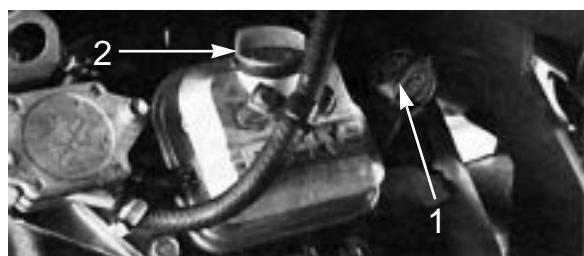

図15
2. ディップスティック（図15）を外し、付いているオイルをきれいな布で拭き取り、もう一度一杯にねじ込んで抜き取り、油量を点検する。油量が少なければ、バルブカバーについている給油口からゆっくりと補給する。ディップスティックのFull位置までオイルを補給する。